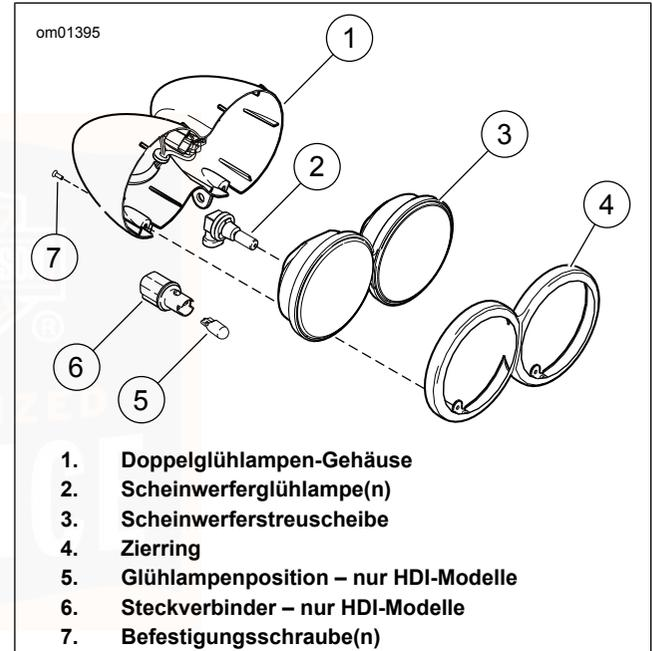

Abbildung 62. Scheinwerferglühlampen: Doppelscheinwerfer
1. Siehe Abbildung 62. Die Befestigungsschrauben (7) entfernen. Außenring (4) entfernen.
2. Die Glühlampe (2) und den Scheinwerfersteckverbinder von der Rückseite der Scheinwerferstreuscheibe (3) entfernen.
4. **Internationale Modelle:** Den Steckverbinder (6) eine Viertelumdrehung drehen. Die Glühlampenbaugruppe aus dem Gehäuse entfernen. Zum Entfernen an der Glühlampe der Markierungsleuchte (5) ziehen.
1. Siehe Abbildung 62. Eine **neue** Glühlampe (2) einbauen und die Scheinwerferkomponenten zusammenbauen.
2. **Für internationale Modelle:** Die **neue** Glühlampe (5) im Steckverbinder (6) anbringen. Den Steckverbinder im Gehäuse einbauen.
3. Den Zierring (4) und die Schraube (7) einbauen.